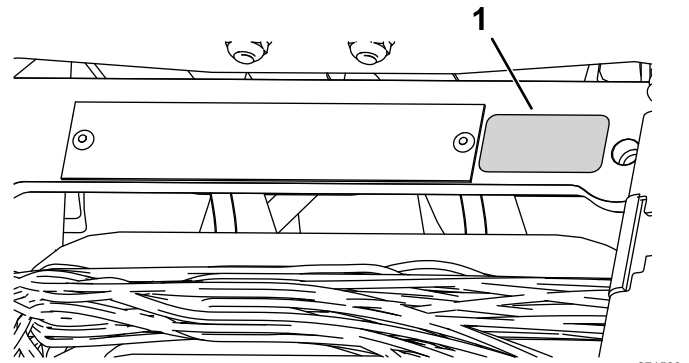

Figure 9
- Appliquez l'autocollant de l'année de production près de la plaque du numéro de série (Figure 9).